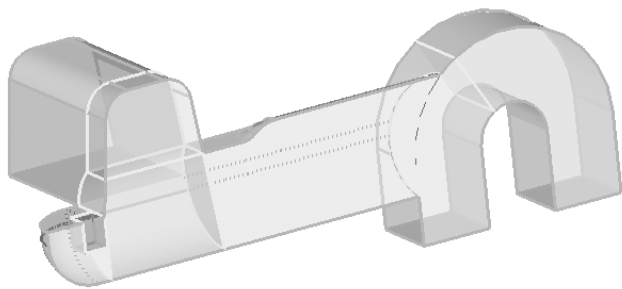

图 5-27 模型映射状态图
(4) 如图 5-27 所示将模型切换到映射视图模式, 可以看到有一个实体具有三个方向的映射性, 其余实体均具有一个方向映射性。